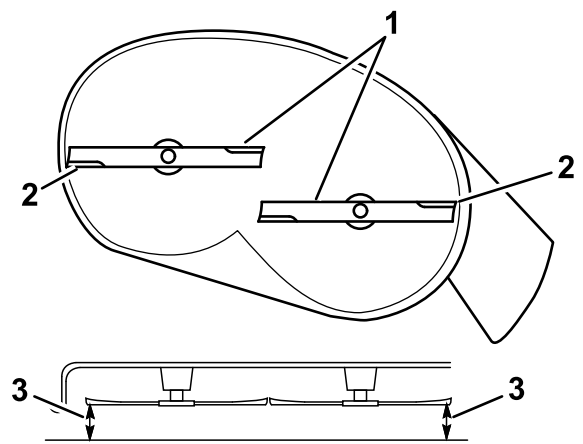

Figure 63
5. Mesurez la distance entre les tranchants extérieurs et le sol plat (Figure 63).
4. Une fois le réglage effectué, vérifiez à nouveau l'inclinaison avant/arrière des lames ; continuez d'ajuster l'écrou jusqu'à ce que la pointe avant de la lame soit de 1,6 à 7,9 mm plus bas de la pointe arrière (Figure 63).